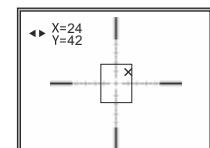

Рис.4
- На дисплее появятся: опорный крест X красного цвета, горизонтальные стрелки и координаты опорного креста ⚡ x=00 y=00 (рис.4).